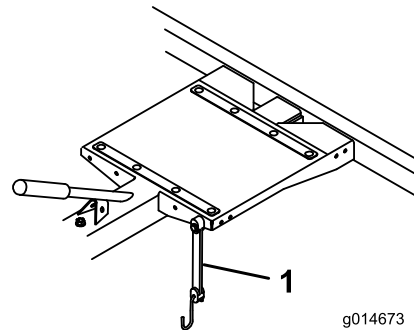

図 15
4. また、ゴム製ロープでグリーンズマスターをトレーラに固定して搬送するようにしてください 図 15。運搬するグリーンモアの種類に合わせて、ゴムロープの取り付け位置を選んでください。